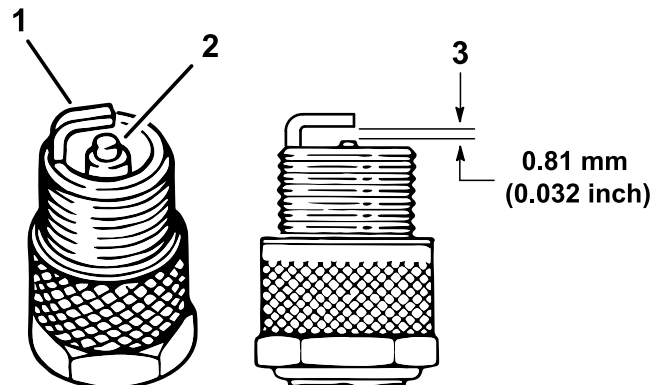

Bild 38
4. Prüfen Sie den Zustand der Seitenelektrode, der zentralen Elektrode und der Isolierung um die zentrale Elektrode, um sicherzustellen, dass nirgendwo Defekte aufgetreten sind (Bild 38).
5. Stellen Sie den Abstand zwischen der mittleren und seitlichen Elektrode auf 0,81 mm ein, wie in Bild 38 abgebildet.